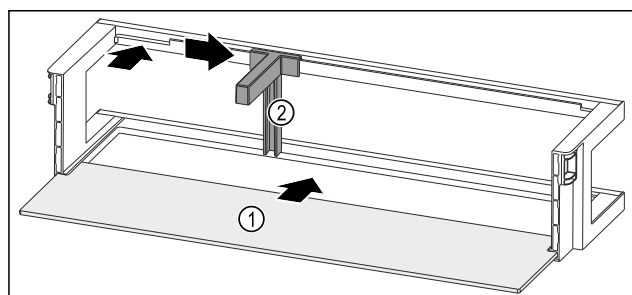

Fig. 279 Türabsteller mit Abstellfläche
- Abstellfläche Fig. 279 (1) in die seitlichen Aussparungen einschieben.
- Flaschenhalter Fig. 279 (2) in die Aussparung einsetzen.
- Flaschenhalter Fig. 279 (2) in gewünschte Position zur Seite schieben.